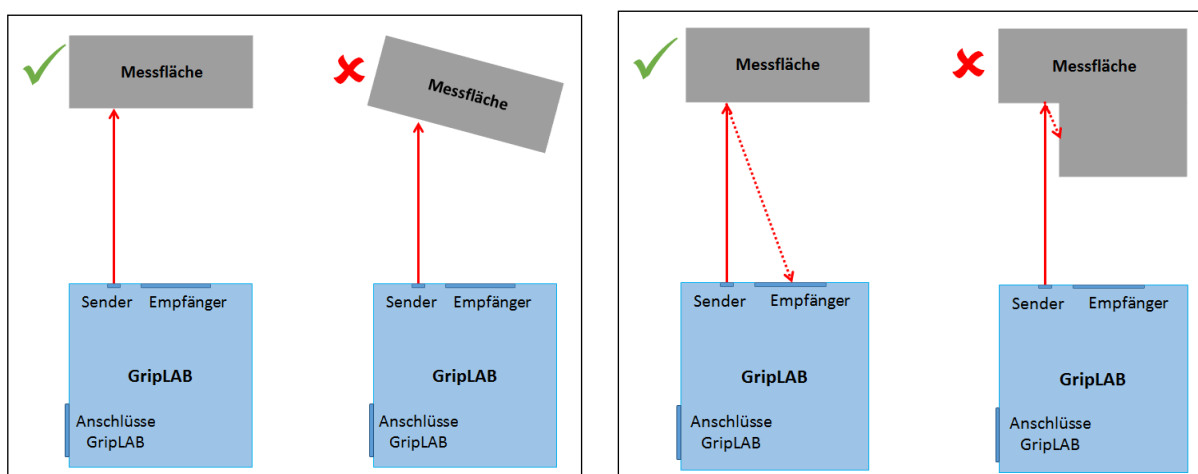

Abbildung 9: Vorschriften für Messpunkte
- Der Laserstrahl muss in dem Messpunkt senkrecht auf die zu messende Fläche treffen (siehe Abbildung 9).
- Der Laserstrahl darf durch keine Kante verdeckt werden (siehe Abbildung 9).